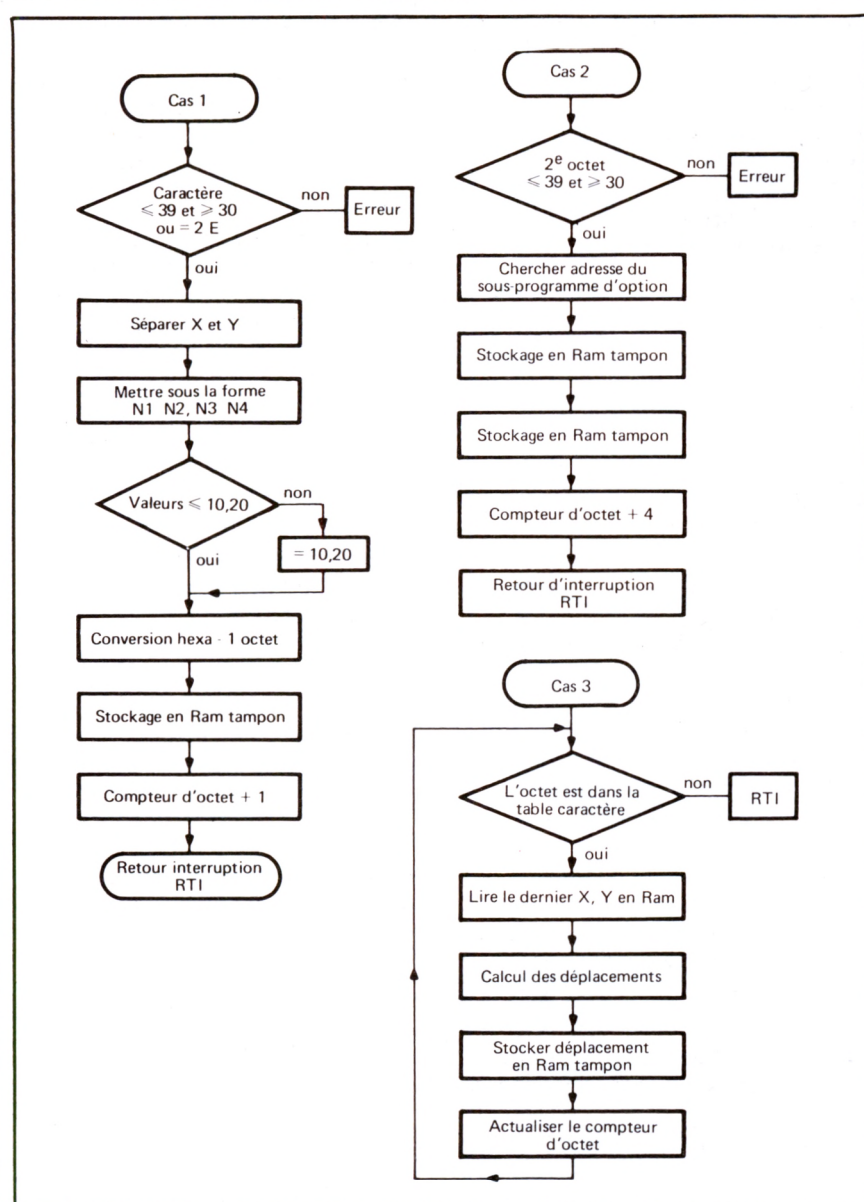

Fig. 8 - Sous-programme d'acquisition de données dans le cas d'un caractère numérique (cas 1), d'une option de tracé (cas 2), d'une chaîne de caractères (cas 3)
Une conversion de ces quatre octets est ensuite réalisée pour ramener la valeur de X et Y à un octet codé hexadécimal. Sachant que la résolution des DAC est 40 mV, cette conversion revient à une division des valeurs N1N2, N3N4 par 0,04. Le couple d'octets résultat de cette conversion est rangé en Ram tampon et le compteur de couple incrémenté (fig. 8).
Le premier octet « non blanc » est un « A » (41) ; dans ce cas, l'octet suivant est testé entre 30 et 39. Dans l'affirmative, la valeur de ce deuxième octet permet de déterminer l'adresse du sous-programme de l'option correspondante. Cette adresse est rangée sur deux octets en Ram tampon deux fois de suite. Dans le cas contraire, l'interface signale une erreur en actionnant la sonnerie (fig. 8).